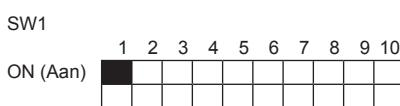

Fig. 2-2
2.4.3. De instellingen van de schakelaar (Fig. 2-2)